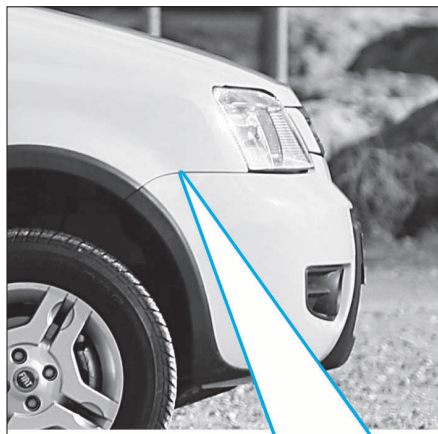

FIG. 4
- Déposer les vis de fixation (3) (Fig.4).